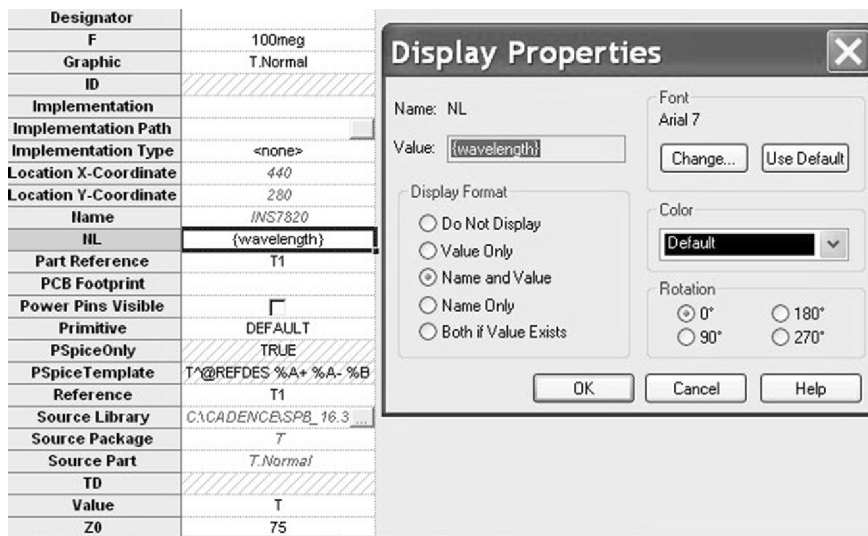

图 17.21 显示 NL 属性的名称和参数值
5. 在属性编辑器中选中波形属性，然后通过 **rmb** > **Display** 对其显示进行设置，在图 17.21 中选择 Name and Value 对其名称和参数值进行显示。切记不要关闭属性编辑器，继续进行设置。